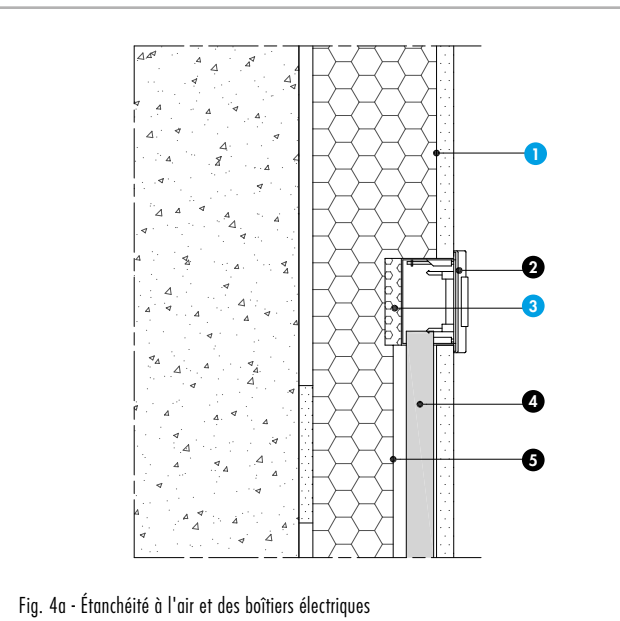

Fig. 4a - Étanchéité à l'air et des boîtiers électriques
**Nomenclature de la figure 4a**